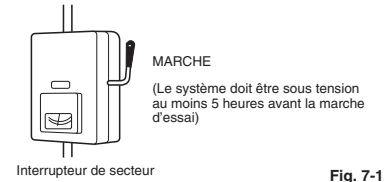

Fig. 7-1
- L'alimentation a été connectée à l'unité pendant au moins 5 heures avant la mise en marche du compresseur. Le bas du compresseur doit être tiède au contact, et le chauffage de carter autour des pieds du compresseur doit être chaud au contact. (Fig. 7-1)